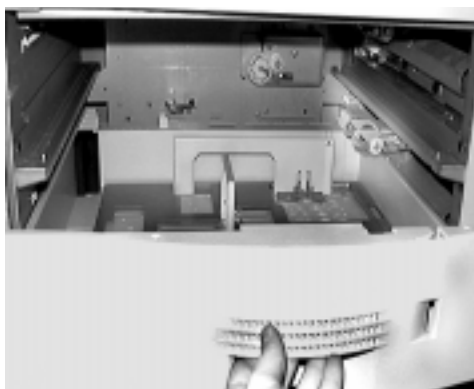

Figura 4-54 Installazione dei cassettei della carta
2. Reinserire nella stampante i tre cassettei di carta, come mostrato nella Figura 4-54.